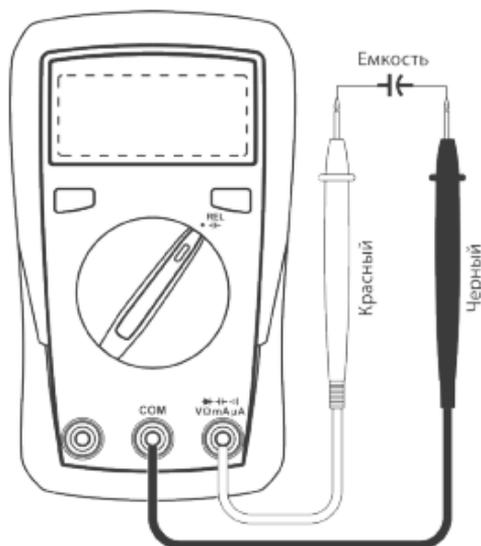

Рис. 3 Измерение ёмкости
6.5 Измерение ёмкости (см. рис. 3)